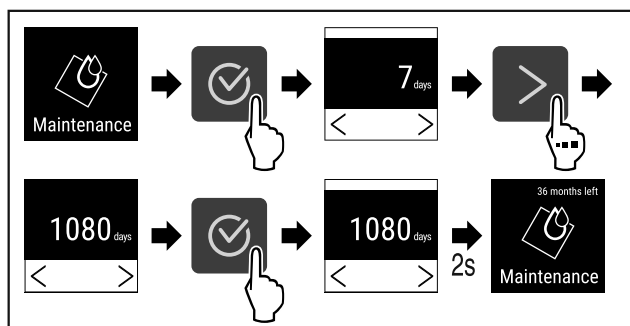

Fig. 79
- Handlungsschritte (siehe Fig. 79) durchführen.